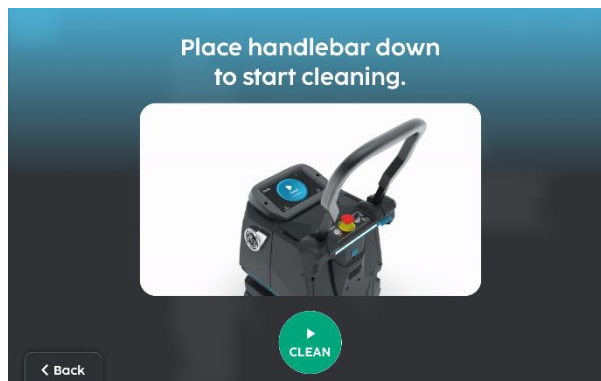

Fig. 8
7. Plaats de handgreep omlaag om te beginnen met schoonmaken (fig. 8).